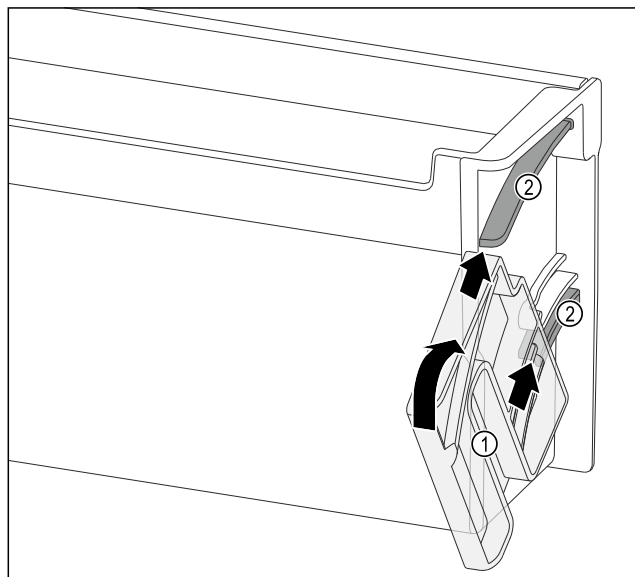

Fig. 114
- Розташуйте поворотний модуль Fig. 114 (1) так, щоб пази розташовувалися точно навпроти напрямних каналів Fig. 114 (2) дверного лотка.
- Прокрутіть поворотний модуль Fig. 114 (1) у вказаному напрямку.